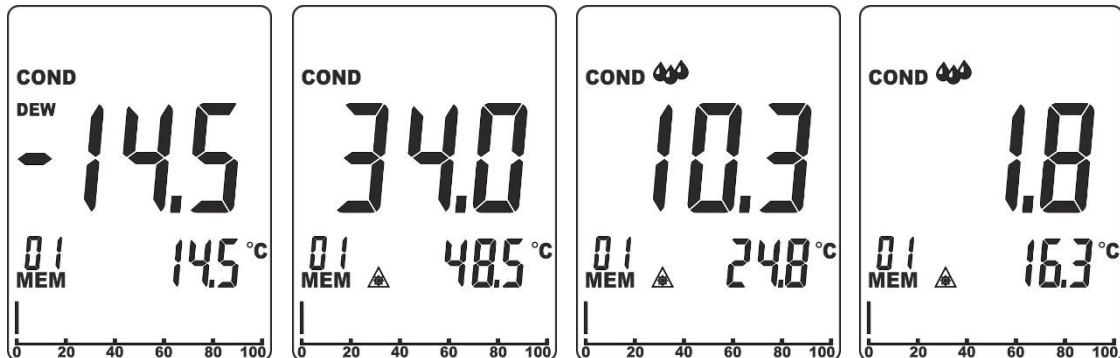

Fig. 11: Mesure du différentiel de température de surfaces
3. Appuyer simultanément sur les touches **RH%** et **MOI** pour accéder au mode de mesure Condensation. L'instrument affiche la valeur de la température de rosée mesurée par le capteur intégré sur l'écran secondaire et les indications « COND » et « DEW » sont présentes à l'écran (voir Fig. 11 – premier écran). L'écran principal affiche toujours la différence entre la valeur de température IRT et la température de rosée
- Si la température IRT est **supérieure de plus de 14°C (25°F)** par rapport à la température de rosée →, la différence de température (IRT-DP) est affichée sur l'écran principal sans autres indications (voir Fig. 11 – deuxième écran)
- Si la température IRT est **supérieure de 3°C à 14°C (5°F à 25°F)** par rapport à la température de rosée → la différence de température (IRT-DP) est affichée sur l'écran principal, l'indication « ☁ » est présente à l'écran et l'instrument émet un son pour indiquer une situation de risque de condensation dans la zone (voir Fig. 11 – troisième écran)
- Si la température IRT est **supérieure de moins de 3°C (5°F)** par rapport à la température de rosée →, la différence de température (IRT-DP) est affichée sur l'écran principal ; l'indication « ☁☁ » est affichée à l'écran et l'instrument émet un double son pour indiquer une situation de risque élevée de condensation dans la zone (voir Fig. 11 – quatrième écran)